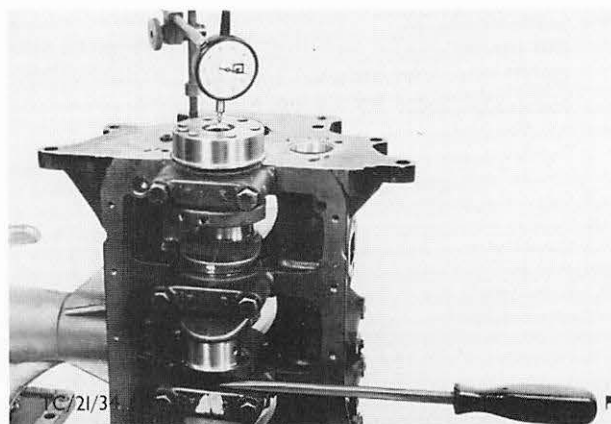

Abb. 58 Axialspiel der Kurbelwelle prüfen
41. Axialspiel der Kurbelwelle, Abb. 58, und Nockenwelle mit einer Tastuhr prüfen. (Siehe Techn. Daten.)